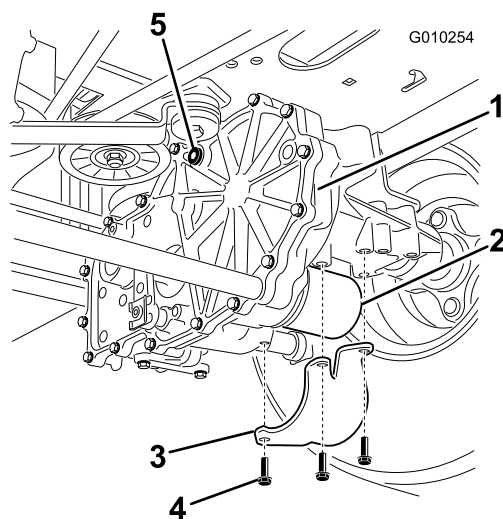

Figure 64
6. Localisez le filtre et les protections sur chaque transmission à boîte-pont (Figure 64).
7. Retirez les 3 vis qui fixent la protection du filtre et déposez la protection (Figure 64).
4. Reposez les protections sur chaque filtre à leur emplacement d'origine (Figure 64).
5. Fixez les protections des filtres avec les 3 vis (Figure 64).
3. Remettez le bouchon d'aération en place (Figure 64).